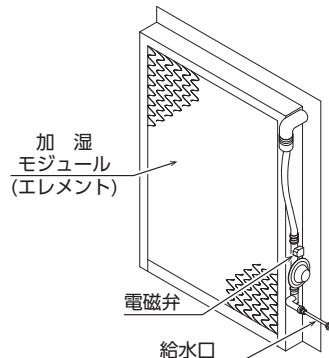

図3-16 水気化式加湿器
- ステンレス製の枠に加湿モジュール(エレメント)と散水パイプを組み込み、給水側には電磁弁を設置しています。(図3-16参照)